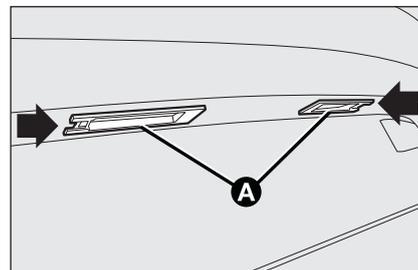

fig. 34
- intervenga en el punto indicado por la flecha y extraiga el grupo transparente **A**-fig. 34;